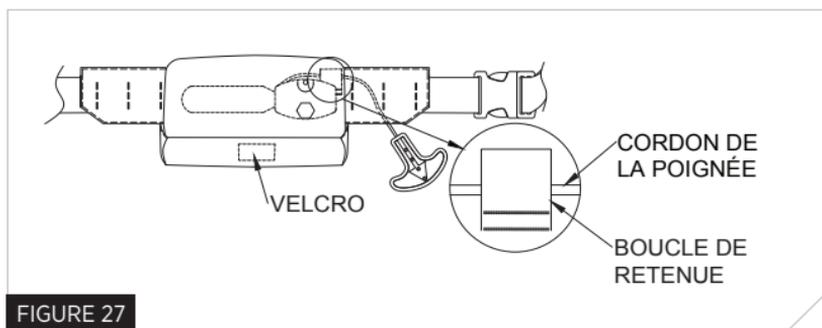

FIGURE 27
8. Repliez le panneau de mousse et la ceinture vers vous pour couvrir la chambre gonflable. Le cordon du système de gonflage doit passer dans la boucle de retenue pour empêcher la poignée de pendre trop bas (voir Figure 27, page 17). Faites attention de ne pas actionner le levier durant cette étape sinon votre flotteur se gonflera.